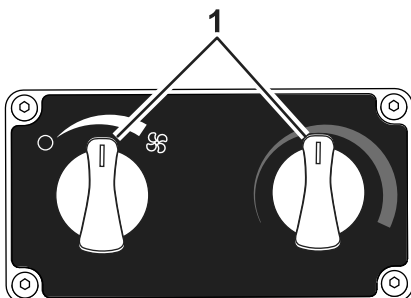

Figura 6
6. Mova os manípulos de controlo para a posição média como se mostra na Figura 6.